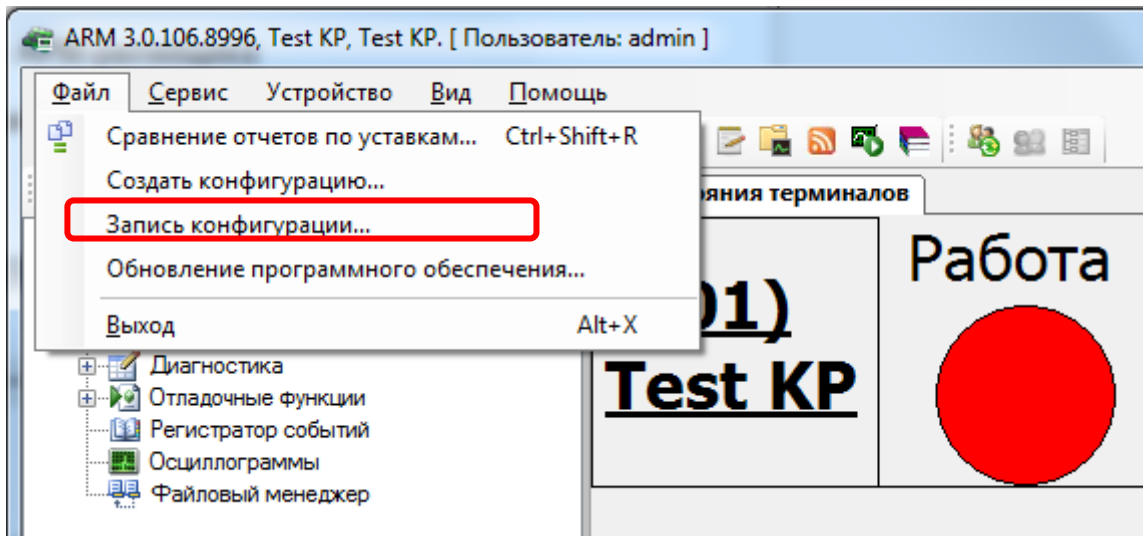

Рисунок 9 – Выбор команды **Запись конфигурации**
5.3 Выбрать в программе АРМ-релейщика пункт главного меню **Файл -> Запись конфигурации** (см. рисунок 9).